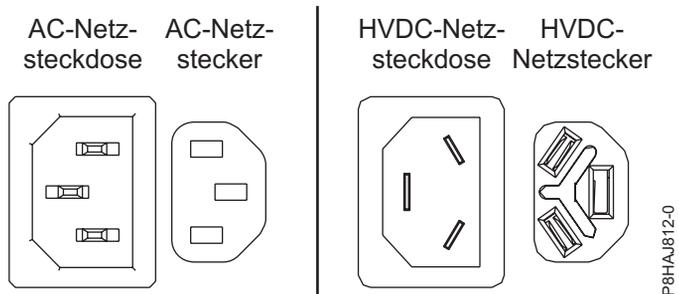

Abbildung 30. AC- und HVDC-Anschlüsse
2. Schließen Sie die Netzkabel (**A**) wieder an die Systemeinheit an. Siehe Abbildung Abb. 31, Abb. 32 auf Seite 58 oder Abb. 33 auf Seite 58 (abhängig von Ihrem Systemtyp). In Abb. 30 werden die unterstützten Anschlüsse für Wechselstrom (Alternate Current, AC) und Hochspannungsgleichstrom (High Voltage Direct Current, HVDC) dargestellt.